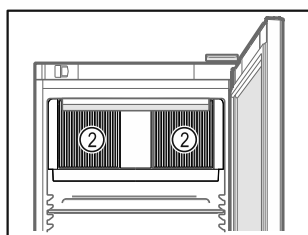

Fig. 60
- ☐ Sørg for at cirkulationsblæserens ventilationsåbninger Fig. 60 (2) i det indvendige rum altid er frie.